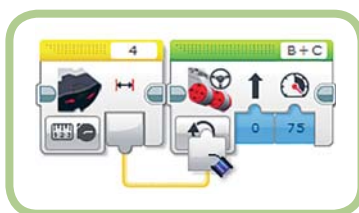

Рис. 8.8. Добавление шины данных
5. Нажми и удерживай кнопку мыши на выводе. При перетаскивании указателя мыши между ним и блоком **Инфракрасный датчик** (Infrared Sensor) будет нарисован желтый провод, как показано на рис. 8.8.